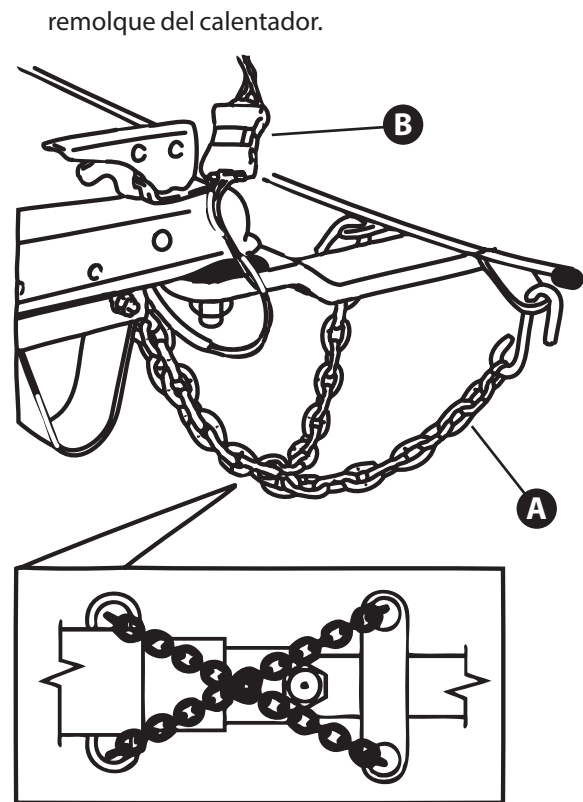

Figura 3.2
6. Conecte las cadenas de seguridad (A, Figura 3.2) al armazón del enganche del vehículo remolcador. Cruce las cadenas debajo de la lengua, como se muestra en la Figura 3.2. Deje suficiente holgura en las cadenas para permitir los giros, pero no demasiada como para que estas tengan contacto con la superficie del camino.
7. Conecte el conector de las luces del remolque al conector del vehículo remolcador (B, Figura 3.2). Asegúrese de que el haz de cables de las luces del remolque tenga la longitud adecuada para evitar la desconexión al realizar los giros, pero no demasiada como para que este tenga contacto con la superficie del camino. Revise que las luces de detención, de viraje, traseras, marcadoras laterales y de la placa de licencia funcionen correctamente.